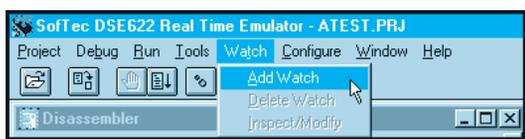

Fig.56 Aprite la fig.57 con Add Watch.
- Cliccate sulla scritta **Watch** e selezionate la scritta **Add Watch** (vedi fig.56) in modo da far apparire la finestra di dialogo visibile in fig.57.